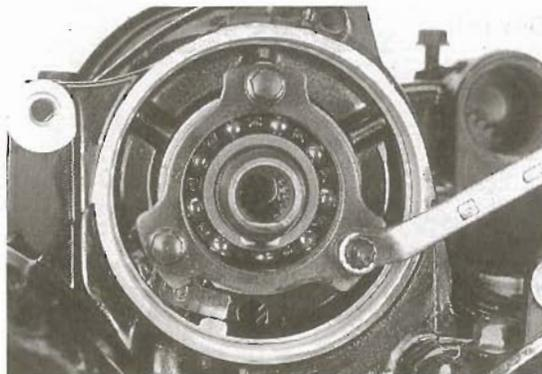

Bild 143
- Lagerschildschrauben (Bild 143) ausdrehen. Lagerschild und Öldüse abnehmen.
● Öldüse einsetzen und Lagerschild montieren (Bild 143; flüssige Schraubensicherung beigegeben).